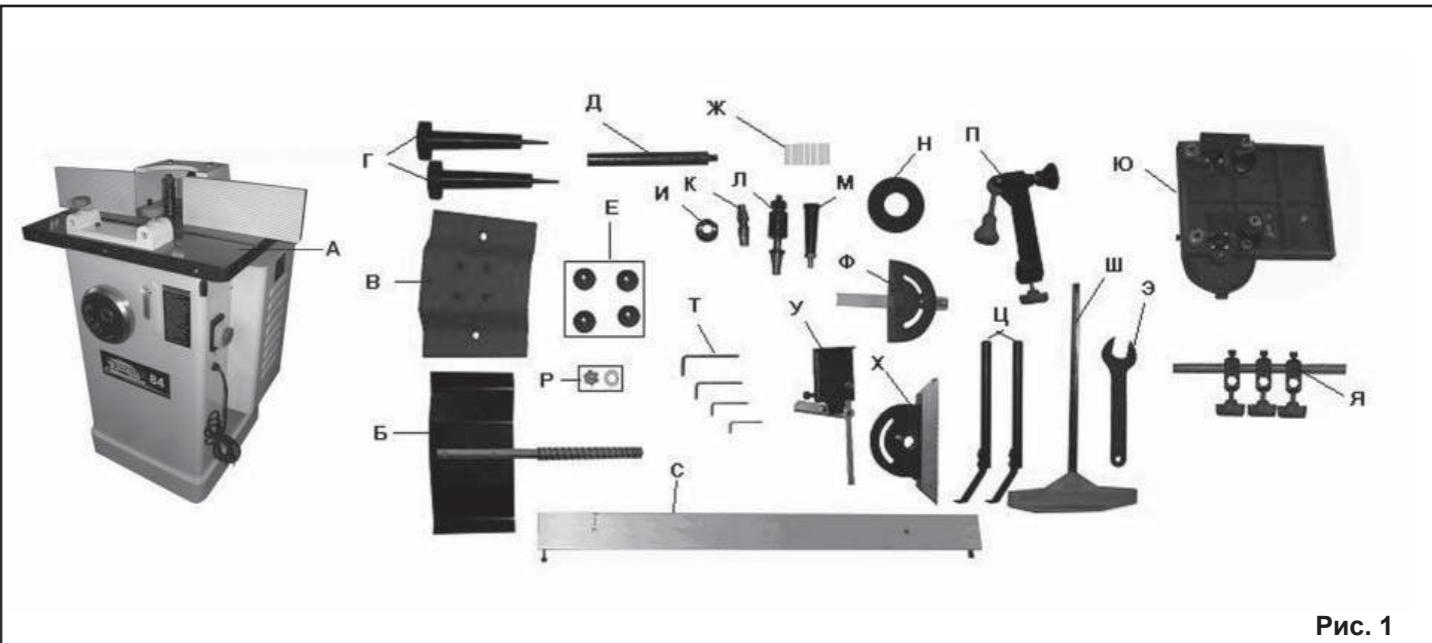

Рис. 1
3.1. В комплект поставки (Рис.1) входит: